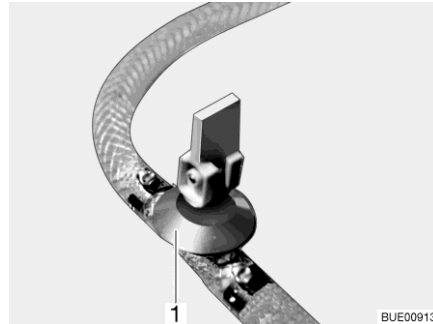

Bild 221 Ablasshahn
- Ablasshahn/Ablasshähne schließen. Dazu den Kipphebel (Bild 221,1) waagrecht stellen.
- Ablasshahn/Ablasshähne (Bild 221) öffnen. Dazu den Kipphebel (Bild 221,1) senkrecht stellen. Der Boiler wird nach außen entleert.